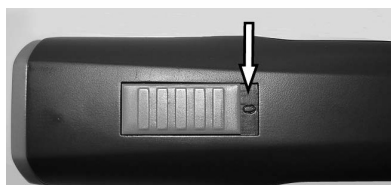

Fig. 4 Interruptor em posição OFF ("0")
1. Teste os contactos da máquina (1) e da bateria (2) verificando se os mesmos estão limpos.
2. Assegure-se de que o interruptor da máquina de tosquia está na posição OFF ("0") (fig. 4).
3. Insira a bateria (2) na máquina de tosquia (3) até que o engate da bateria (1) esteja engatado em ambos os lados.
4. Coloque a máquina de tosquia com a bateria colocada (1) ou a bateria adicional (2) assegurando-se da correcta ligação dos contactos com as cavidades de ligação da base da carga.
6. A bateria está a carregar. Durante a carga a luz de controlo do LED é vermelha (3). Logo que a bateria esteja carregada a 90%, no mínimo, a luz fica verde e a base de carga passará a ser mais lenta.
7. Segure firmemente a base de carga com uma das mãos ao retirar a máquina (1) ou a bateria adicional (2).
1. Coloque o interruptor na posição OFF ("0") (fig. 4).
2. Pressione o engate da bateria de ambos os lados (2) e retire a bateria (1).
3. Encaixe a bateria carregada (1) na máquina de tosquia (2) até que esta esteja corretamente engatada.